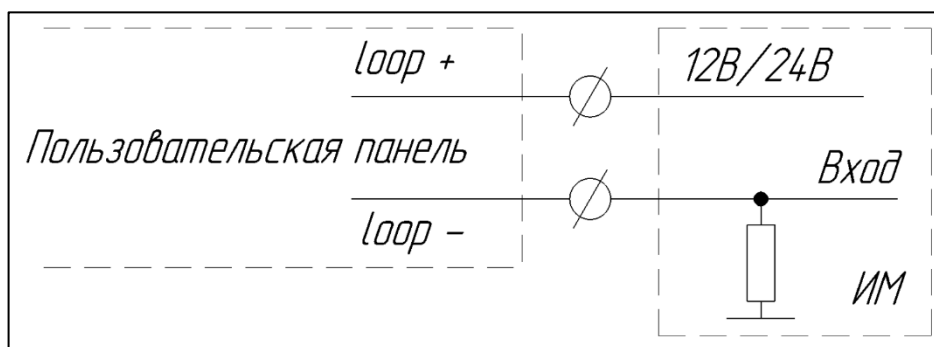

Рисунок I-26 – Схема подключения исполнительного механизма со входом типа «токовая петля»
- Подключение исполнительного механизма со входом типа «токовая петля» (см. Рисунок I-26).